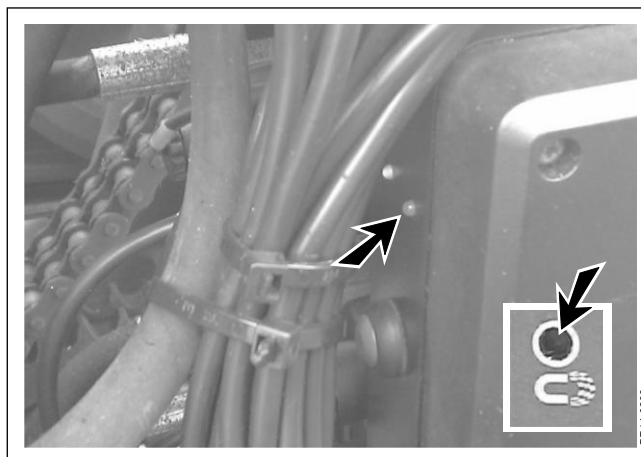

Fig. 5-8
**Fig. 5-8** Metaldetektoren kobles til og fra med trykknappen på MD-styringen. For at koble **fra** skal knappen holdes inde i ca. 5 sekunder. Herved slukkes den gule kontrollampe på MD-styringen og lampen på betjeningsboksen. Et enkelt tryk på knappen kobler metaldetektoren til igen.